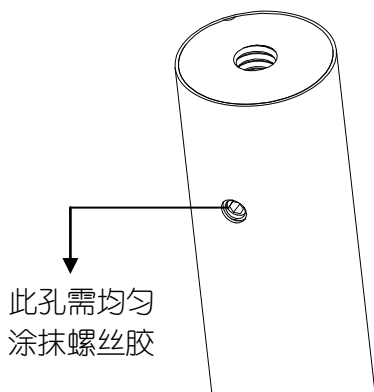

图 2-2
- ① 将闸杆取出，观察闸杆安装端有螺纹孔，以及预置的 1 个沉头螺钉。
- ② 打开随箱配备的螺丝固定胶，在闸杆螺纹孔内涂抹少量胶水，如图 2-2（胶水的作用是防止螺丝长时间使用后因震动松脱，注意要刮涂到预置的 1 个沉头螺钉底孔）。